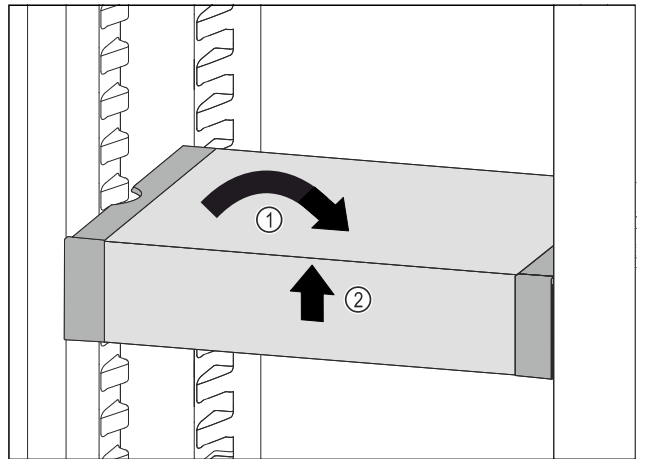

Fig. 162
- ▶ 将 VarioSafe 放平。Fig. 162 (1)
- ▶ 抬起 VarioSafe 前部。Fig. 162 (2)